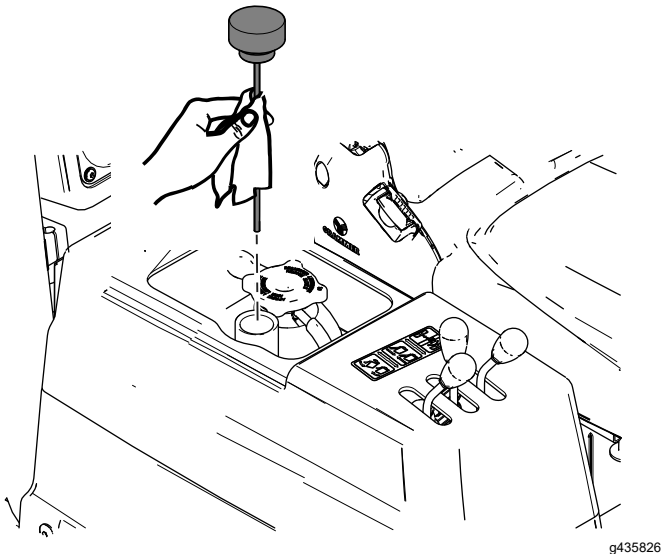

Figura 82
4. Retire la varilla del depósito hidráulico y limpie la varilla con un trapo limpio (Figura 82).